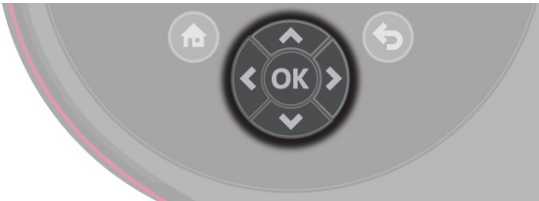
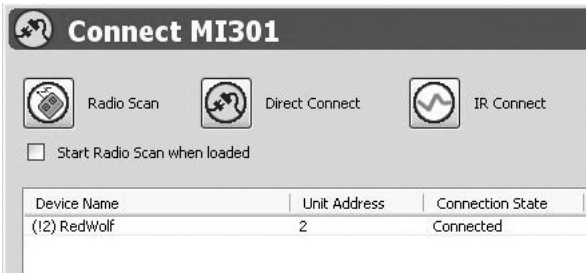

Рис. 22 OK
Рис. 23 Подключение установлено
10. Нажмите кнопку [OK] насоса. См. рис. 22. Статус в PC Tool изменится на "Connected" (подключен). См. рис. 23.
9. Нажмите кнопку [OK] выбранного насоса. См. рис. 22 на стр. 10. Статус в PC Tool изменится на "Connected" (подключен). См. рис. 23 на стр. 10.